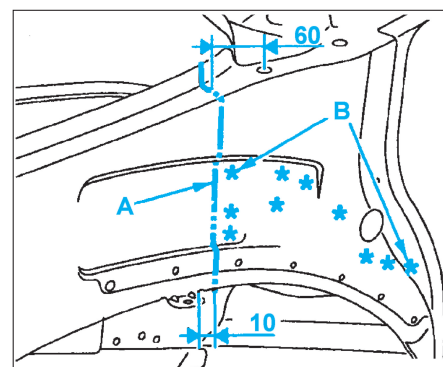

FIG. 32
- Tracer puis découper à l'aide d'une meule épaisseur 1 mm (coupe provisoire) suivant (A) (Fig.32).
- Découper par fraisage des points suivant (B).